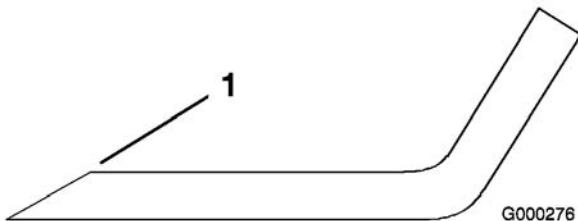

Figure 94
3. Examinez les tranchants de toutes les lames et aiguissez-les s'ils sont émoussés ou ébréchés. N'aiguisez que le haut du tranchant et conservez l'angle de coupe d'origine pour obtenir une coupe nette (Figure 94). Limez la même quantité de métal sur chacun des deux tranchants pour ne pas déséquilibrer la lame.